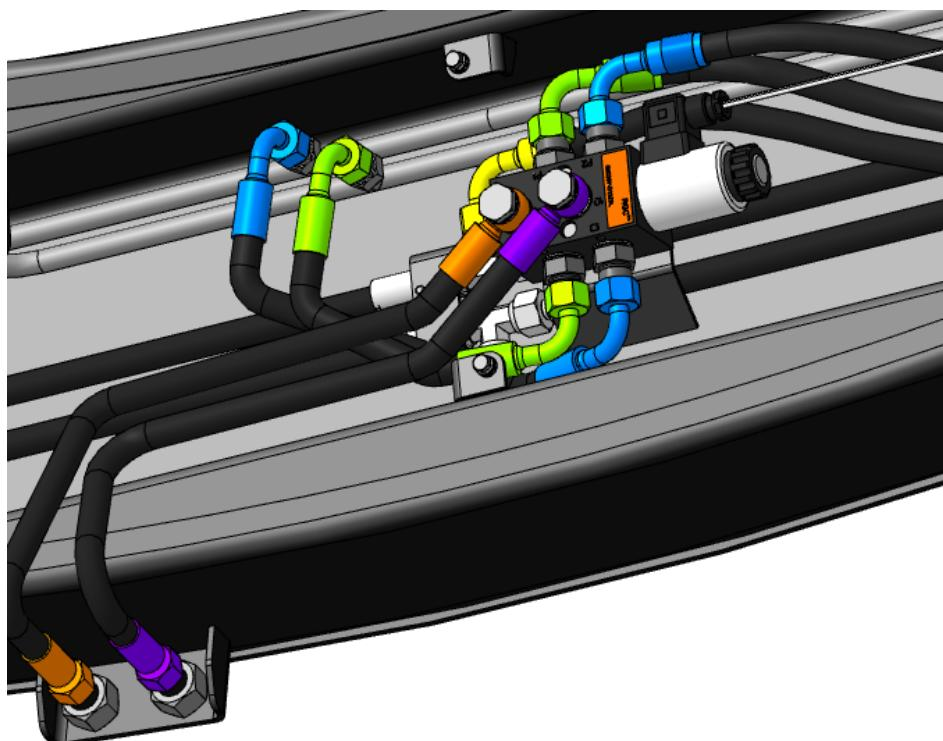

Рисунок 2.11
2.2.3.5 Присоединить концами типа banjo РВД питания гидроцилиндров рабочих органов к портам С1, С4 дивертора при помощи специальных болтов и медных (металлорезиновых) колец (рис.2.11). Вторые концы рукавов, гайка M20x1,5, подключить к установленным на кронштейн муфтам БРС рабочих органов.